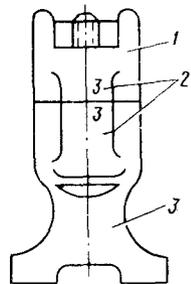

Рис. 116. Обозначение спаренности корпуса и крышки подшипника валов распределительных:
4) отогните пластинчатые замки и отверните гайки крепления крышек подшипников. Снимите крышки подшипников и распределительные валы. Выньте из коробки валик привода распределительных валов. После снятия валов поставьте крышки подшипников на место согласно номерам спаренности (рис. 116);
4. Нанесите метки на крышке упорного подшипника и буртах распределительных валов, как указано на рис. 116.